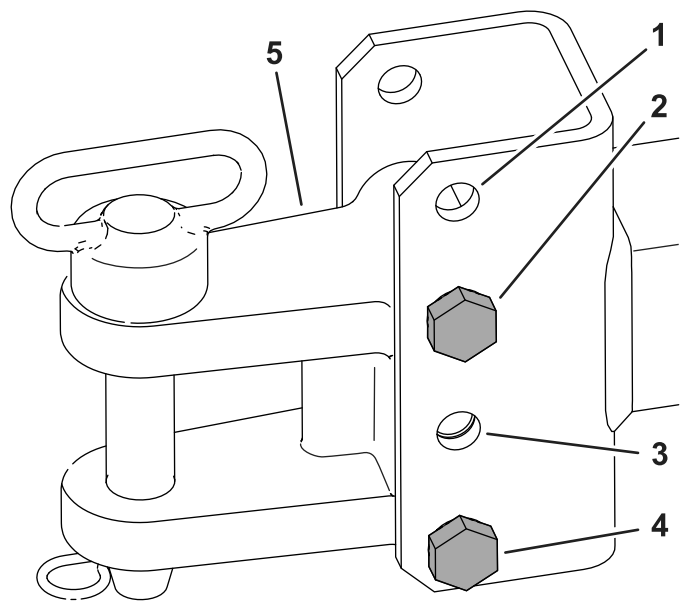

Рисунок 7
2. Отрегулируйте высоту сцепного устройства транспортировочной рамы вверх или вниз в соответствии с результатом измерения положения сцепного устройства машины. Используйте подходящие монтажные отверстия, как показано в таблице ниже и на Рисунок 7.